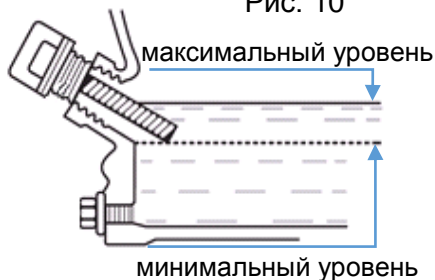

Рис. 11
3. При недостаточном уровне масла долейте используемое в данном двигателе масло до нижнего края патрубка. (см. рис. 11)